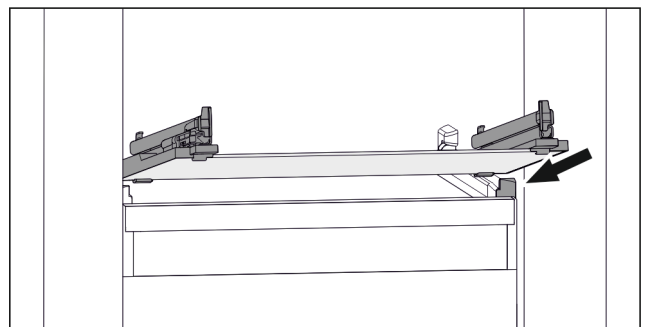

Fig. 47 Exemple de représentation de la tablette en verre
- ▶ Placer la tablette en verre, en l'inclinant, derrière les butées. (voir Fig. 47)